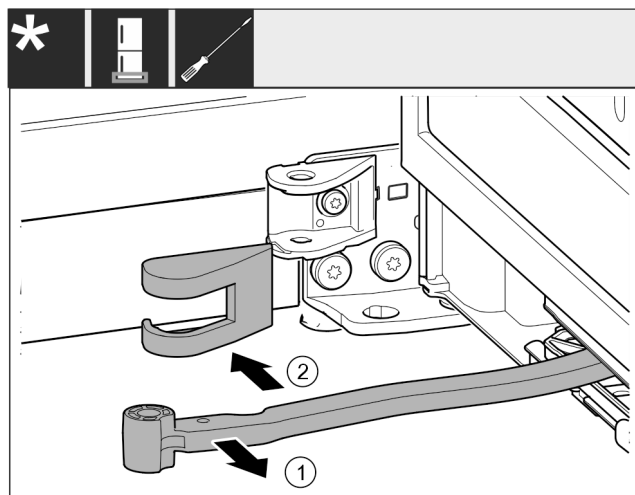

Fig. 16
- ▶ Περιστρέψτε την άρθρωση προς την πόρτα. Fig. 16 (1)
- ▶ Αφαιρέστε το κάλυμμα του στηρίγματος. Fig. 16 (2)